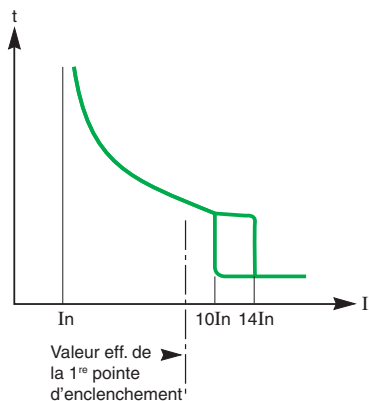

Fig. N33 : Caractéristiques de déclenchement d'un disjoncteur Multi 9 courbe D
- soit des disjoncteurs à seuil de déclenchement élevé : Multi 9 courbe D (cf. Fig. N33).